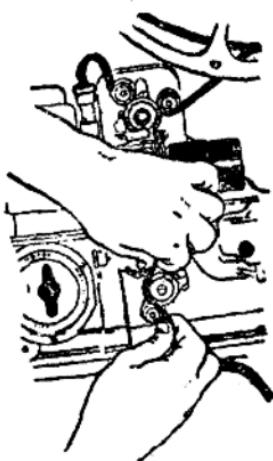

图1-19 影片装进收片齿轮
⑤把影片绕经减震滑轮，装在收片齿轮上，使齿孔与轮齿套好，如图1.19。
⑥把影片绕经灯箱下面的三个